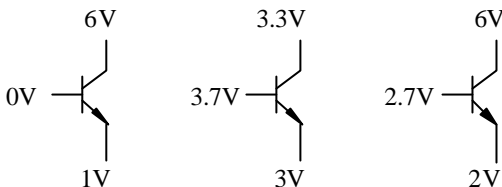

图 1-27 题 1.4.4 的图
1.4.4 根据图 1-27 所示各 BJT 三个电极的电位,判断它们分别处于何种工作状态?